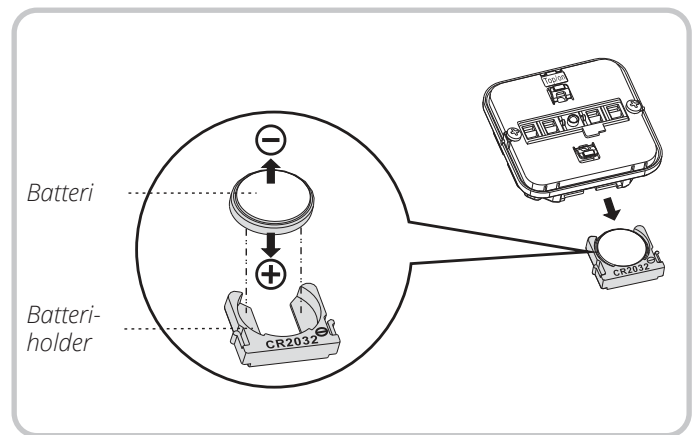

Fig. 24
- Bytt batteri (type CR2032, 3 V). Vær nøye med å plassere batteripolene riktig vei (se fig. 24).